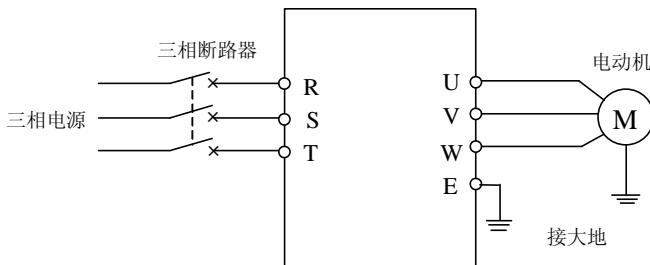

图 4-1 简单运行接线图
- ① 按图 4-1 接线；
- ② 确认接线无误后合上电源开关，接通电源，变频器先显示“P.oFF”，稍后显示“0”；
- ③ 选择变频器控制方式 ([F0.0]=0，V/F 控制； [F0.0]=1，无感矢量控制）；
- ④ 确认频率设定通道为面板数字设定方式 ([F0.1] = 0);
- ⑤ 根据变频器拖动电动机的额定铭牌数据，采用 V/F 控制方式时，需对参数[F1.3]、[F1.4]进行设置；采用矢量控制方式时，需对参数[F1.15]~[F1.18]进行设置。
⑥ 按  键启动变频器，变频器输出 0 频率，显示“0.0”；
⑦ 按  键的 UP 功能，增大设定频率，变频器的输出频率增加，电机转速加快；
⑧ 观察电机的运行是否正常，若有异常立即停止运行，并断电，查清原因后再运行；
⑨ 按  键的 DOWN 功能减小设定频率；
⑩ 再按  键停止运行；并切断电源开关。